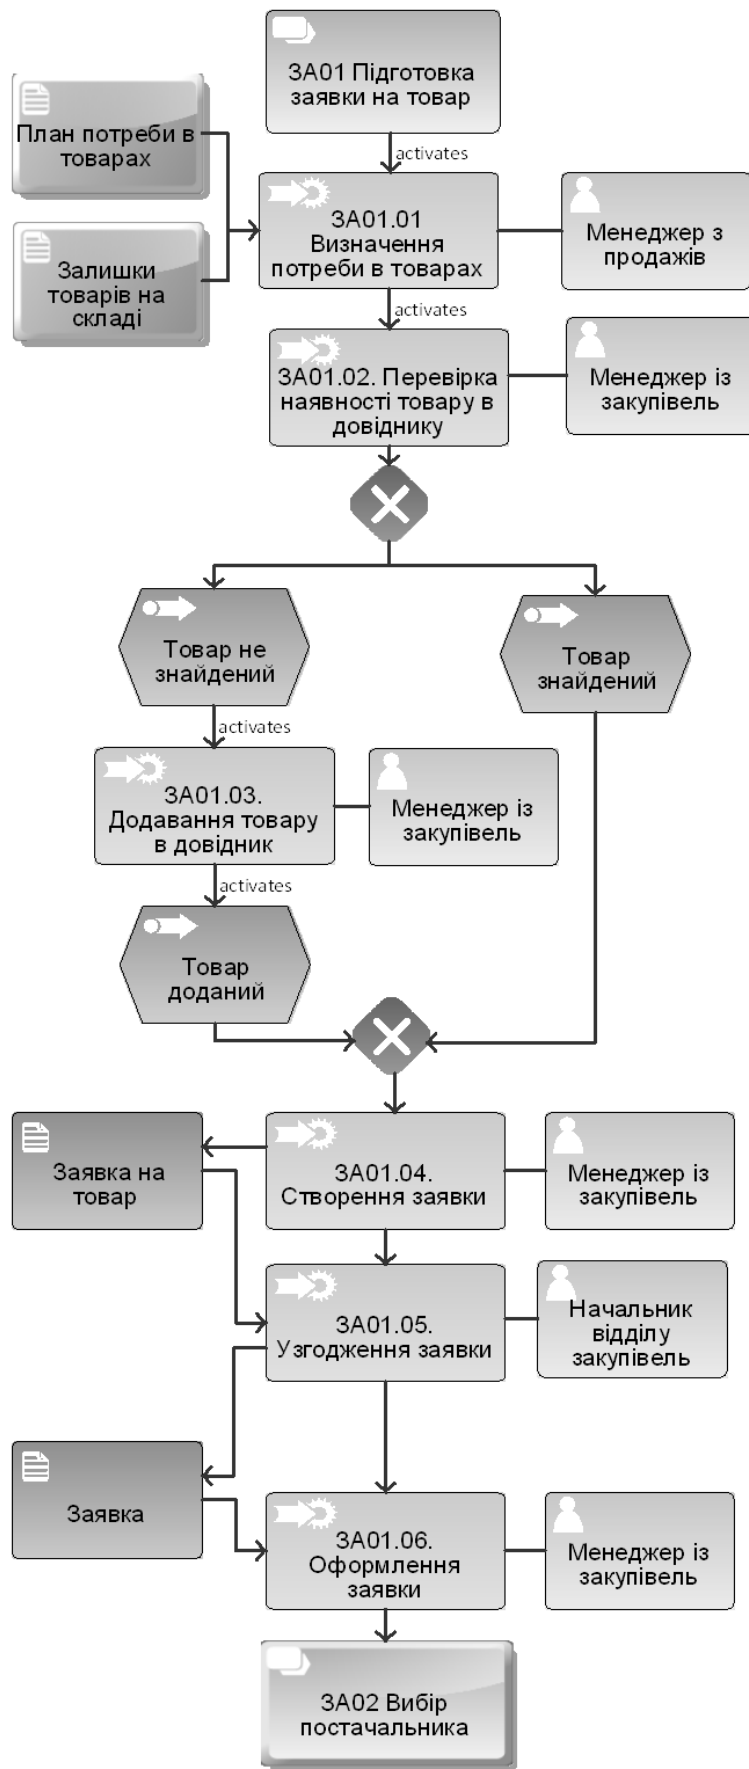

Рис. 2.17. Діаграма ЕРС для процесу "Підготовка заявки на товар"
Процедурна послідовність функцій у рамках бізнес-процесів зображується у вигляді ланцюжка процесу, де для кожної функції можуть бути визначені початкова та кінцева події. Приклад діаграми **ЕРС** наведений для процесу "Підготовка заявки на товар" на рис. 2.17.
2. Виконайте команду **File – New** і виберіть піктограму Business process . Відкриється вікно для побудови діаграми (див. рис. 2.17).
. Відкриється вікно для побудови діаграми (див. рис. 2.17).